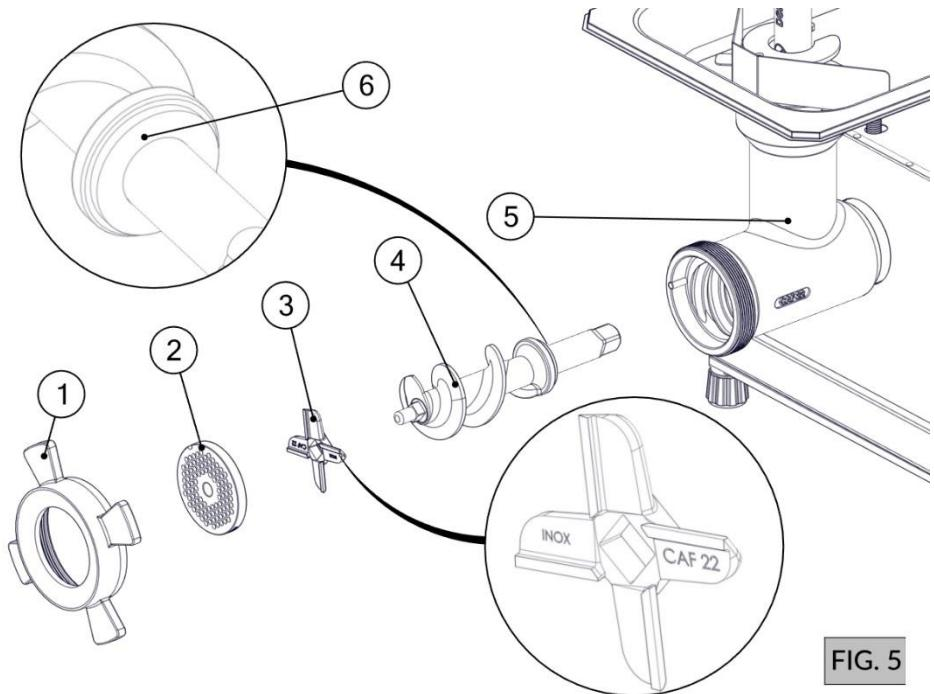

FIG. 5
1. Encaixe o caracol (Item 4 - FIG. 5) no bocal (Item 5 - FIG. 5) assegurando que ele está com arruela (Item 6 - FIG. 5), item de suma importância para um bom funcionamento da máquina.
2. Encaixe a cruzeta simples (Item 3 - FIG. 5) no pino do caracol (Item 4 - FIG. 5), observando sua posição de corte (Corte para Frente).
3. Encaixe o disco (Item 2 - FIG. 5) no pino do caracol (Item 4 - FIG. 5) e certifique-se de que o disco encaixou na chaveta do bocal.
4. Rosqueie o volante (Item 1 - FIG. 5) até encostar no disco.